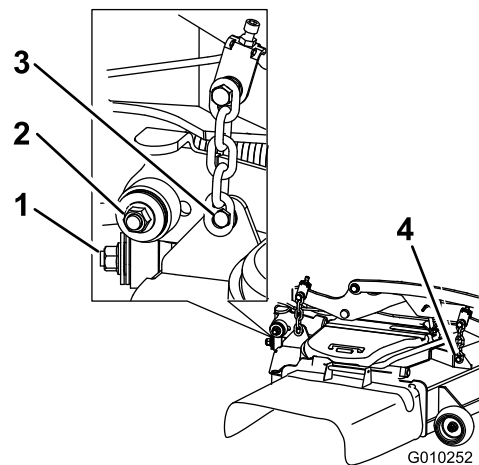

Figure 101
7. Enlevez et mettez de côté les fixations des deux côtés du tablier, comme montré à la Figure 101.